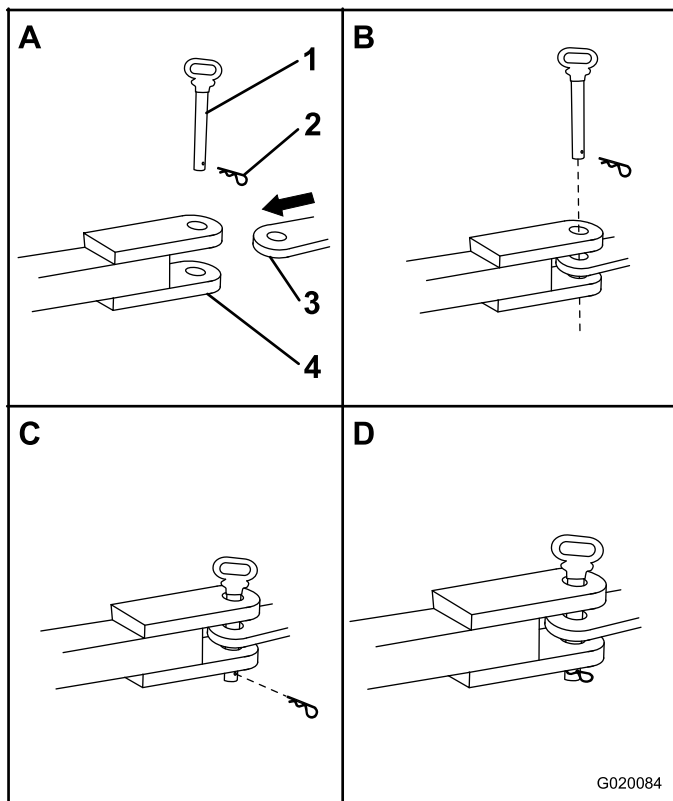

Figure 25
- Positionnez l'avant de la tête d'attelage entre les plaques supérieure et inférieure de l'attelage à goupille/chape du véhicule tracteur, et vérifiez que les trous sont alignés (Figure 25).
- Insérez une goupille d'attelage de 19 mm (3/4 po) ou 22 mm (7/8 po) dans les trous de la tête et de l'attelage (Figure 25).
- Insérez une goupille fendue dans le trou au bas de la goupille d'attelage (Figure 25).